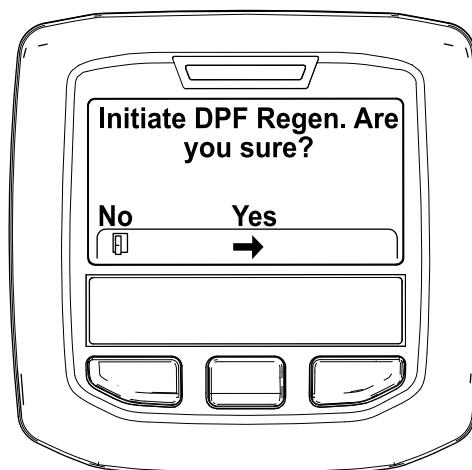

Bild 51
4. Wenn die Meldung „Initiate DPF Regen. Are you sure?“ angezeigt wird, drücken Sie die mittlere Taste (Bild 51).